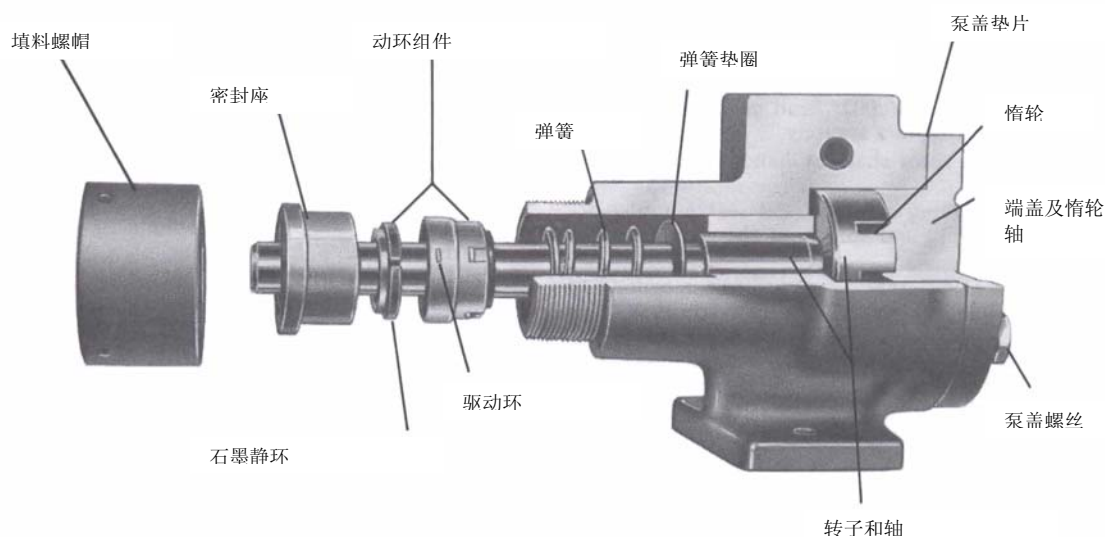

图 4
- 4. 当重新装配一机械密封泵时,将弹簧垫圈和弹簧安装在轴上，见第 4 页图 4. 给轴和动环组件中的橡胶加少许润滑油，沿轴滑入动环组件。